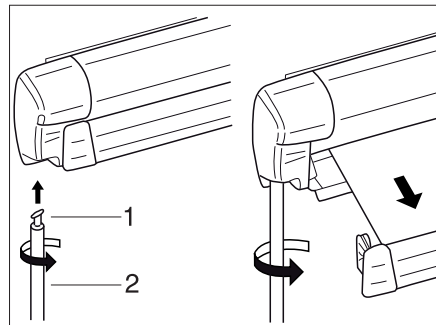

Bild 38 Markise
- Haken (Bild 38,1) der Kurbelstange (Bild 38,2) in die Getriebebohle einhängen und um 90° drehen.